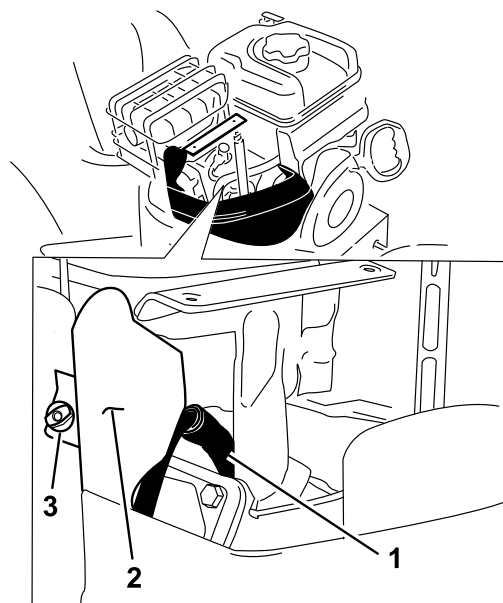

Рисунок 56
4. Отверните барашек хомута и снимите хомут (Рисунок 56).
5. Произведите чистку поверхности вокруг гнезда для свечи зажигания (Рисунок 56).